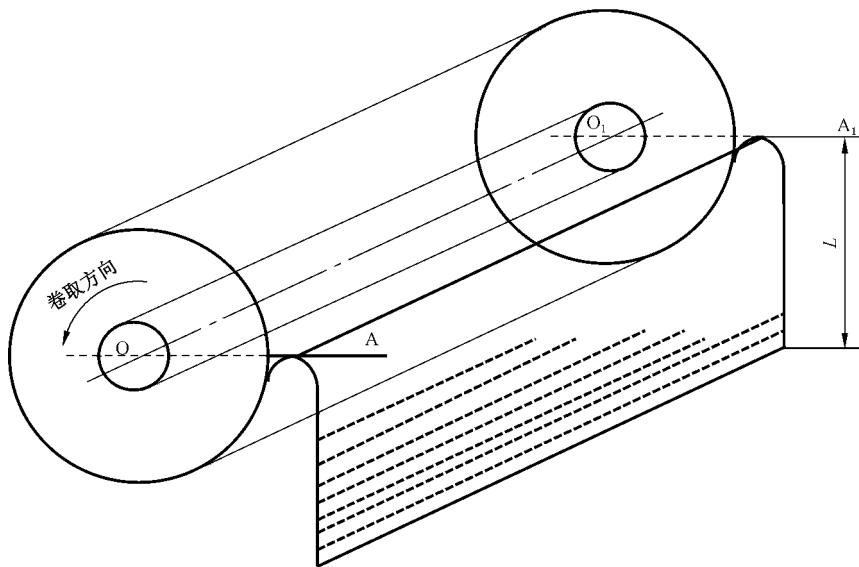

图 1
4.2 将外层铝箔沿卷取相反的方向人为展开,并使展开状态如图 1 所示( $OA$ 、 $O_1A_1$  为通过轴心的两条水平线)。当下垂至长度  $L$  时,由于自重作用,铝箔自然向下脱落展开。测定铝箔借自重自然展开所需最小的下垂长度值  $L$ 。当所需  $L$  较长时,为便于操作,可考虑将垂下的铝箔折叠,最终展开测量总长  $L$  值。